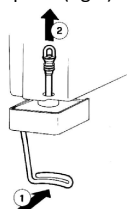

Figure 3
- Placer des agrumes dans la rampe d'alimentation. Dans le cas du modèle F-50-A, le chargeur.(FIG. 3)
- Pour libérer le robinet avec le tube en caoutchouc, appuyez sur le levier du robinet (1) et sortez (2) le tube en caoutchouc de sortie de sa position verticale dans le fond du récipient (fig.3)